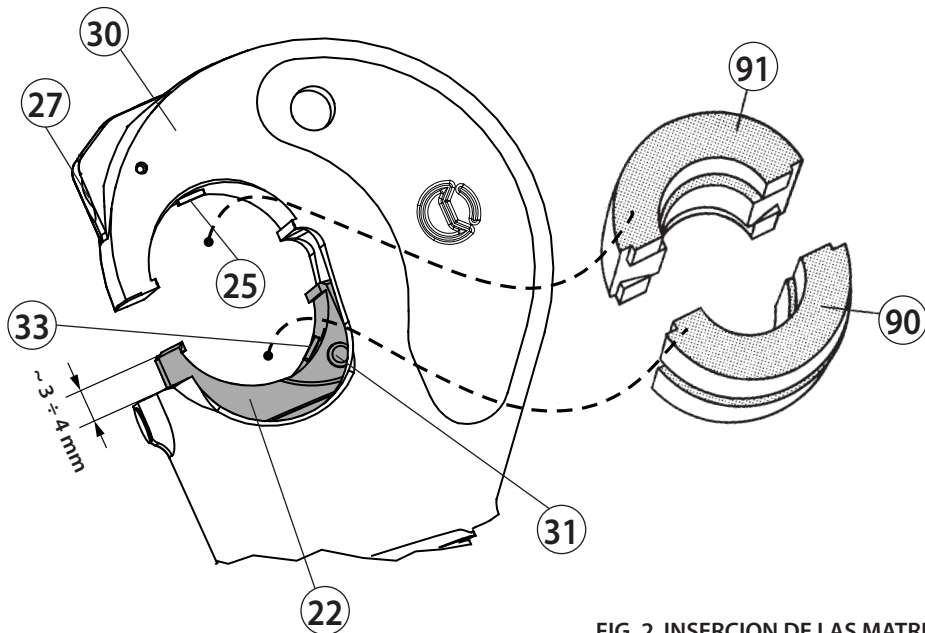

FIG. 2 INSERCIÓN DE LAS MATRICES
3. CAMBIO DE LAS MATRICES (Ref. a Fig. 2)